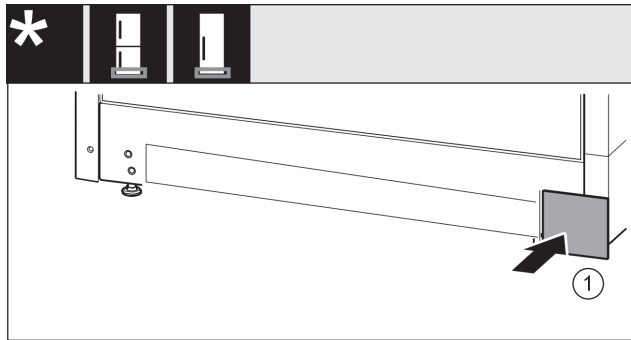

Fig. 17
- Abdeckung Fig. 17 (1) auf der anderen Seite wieder aufsetzen.